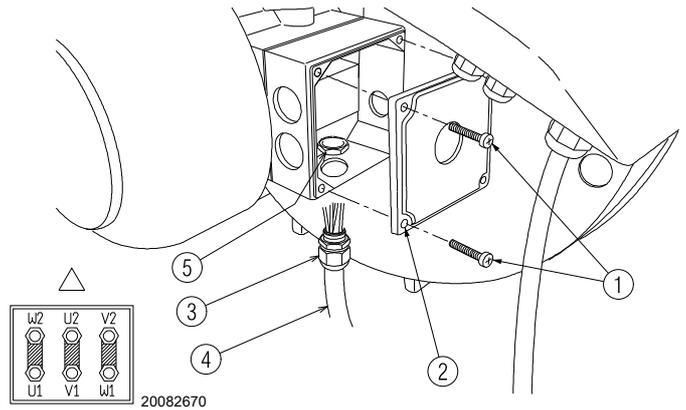

Fig. 24
- pour accéder au boîtier du moteur, dévisser les quatre vis 1)(Fig. 24) et enlever le couvercle 2) ;
- installer le câble 4) avec le raccord correspondant au boîtier moteur, en le fixant précisément avec l'embout 5)(Fig. 24).
- Effectuer un contrôle visuel final et fermer le boîtier du moteur en vissant les 4 vis 1)(Fig. 24).